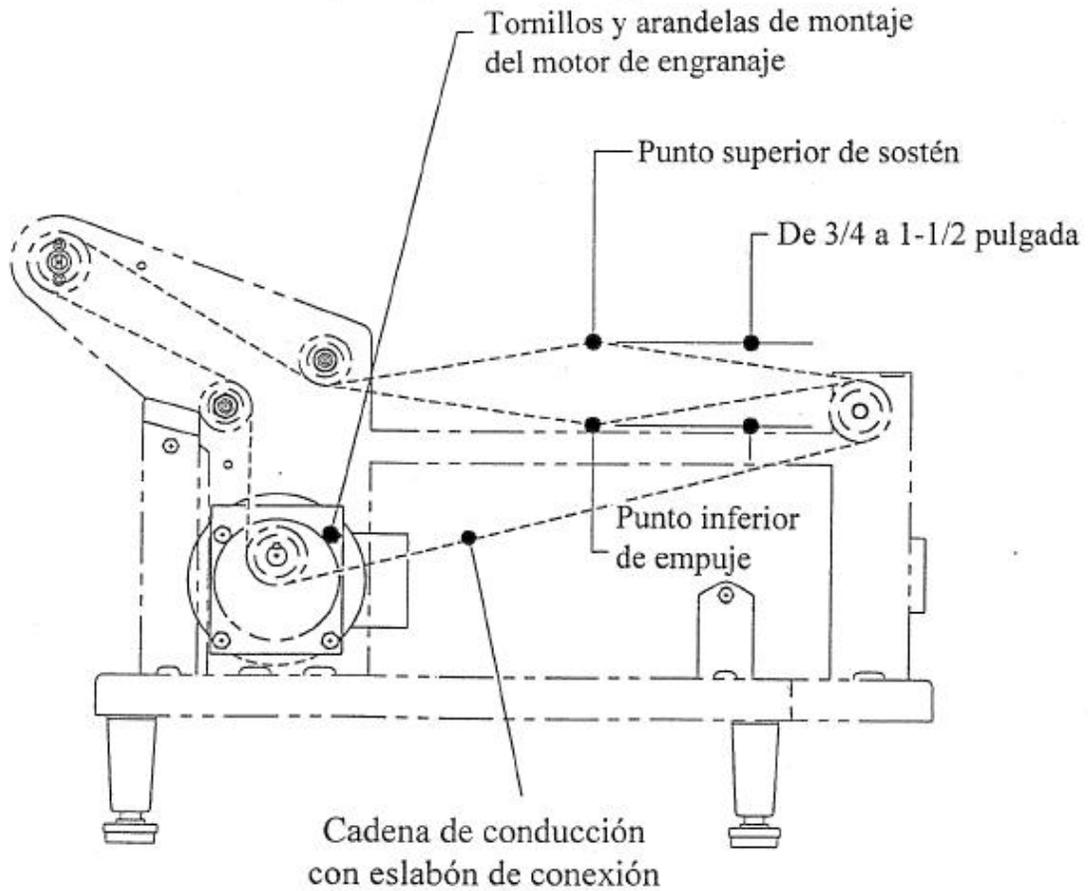

Figura 23
3. Instale la cadena de conducción nueva alrededor de las ruedas dentadas, como lo muestra la **Figura 23**, y conecte el eslabón de conexión nuevo.
4. Saque el soporte del motor de engranaje y permita que su peso le aplique tensión a la cadena de conducción. Después apriete nuevamente los tornillos de montaje del motor de engranaje. La tensión de la cadena de conducción se considera correcta cuando la diferencia entre el "punto superior de sostén" y el "punto inferior de empuje" sean los que muestra la **Figura 23**. **NO APRIETE DEMASIADO LA CADENA DE CONDUCCION.**